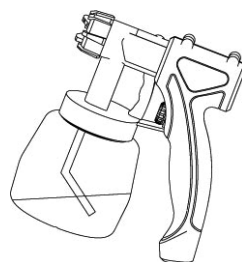

FIGURA 9.4
- Trabalhos em objetos colocados na vertical: ajuste o tubo de alimentação para trás (ver Figura 9.4);